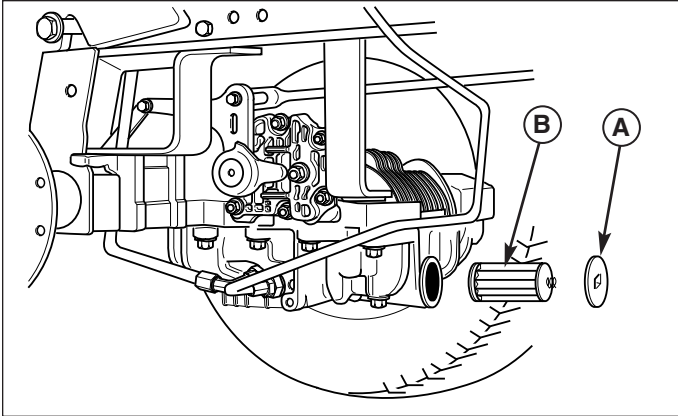
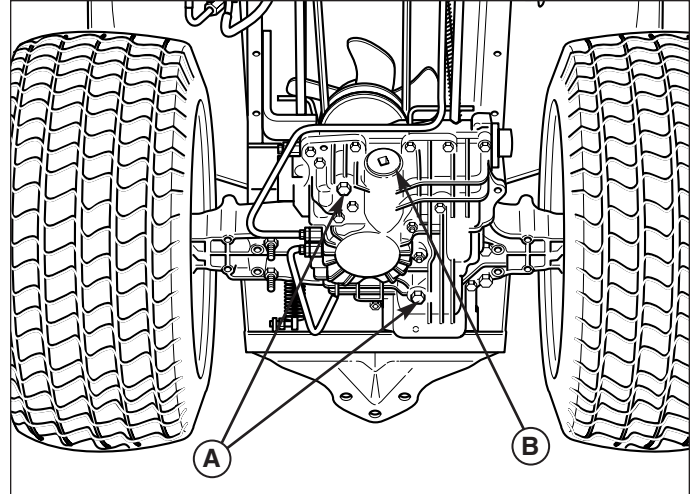

Figure 40. Entretien du filtre de transmission interne
Figure 41. Bouchons de vidange de transmission
5. Déposer et remplacer le filtre de transmission interne (B, figure 40).
6. Remettre en place le capuchon d'accès au filtre (A, figure 40) et les deux bouchons de vidange de 14 mm (A, figure 41).